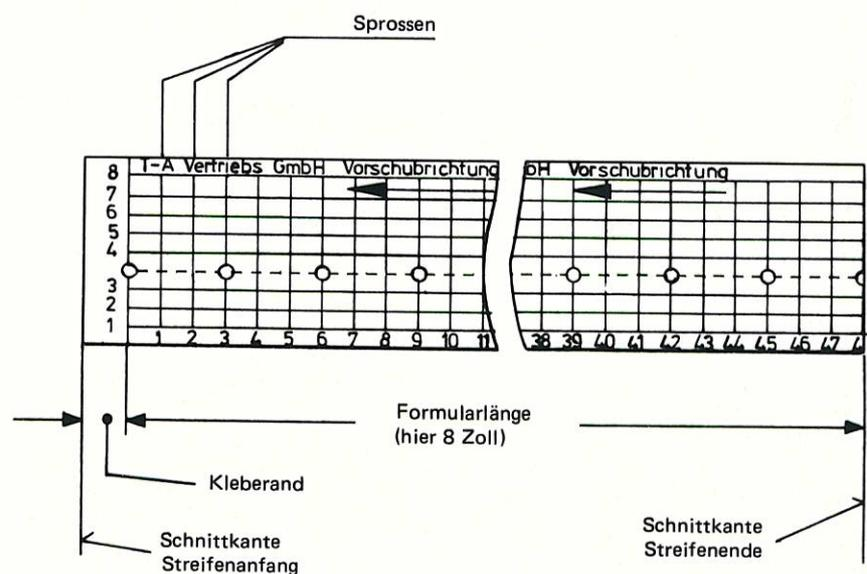

Abb. 13 Programmstreifen auf Formularlänge geschnitten
- Kleberand an den Programmstreifenanfang legen. Dazu ist eine **Teilung** (ca. 4 mm) vor der ersten Programmstreifenprosse des Streifenanfangs abzuschneiden (Abb. 13).